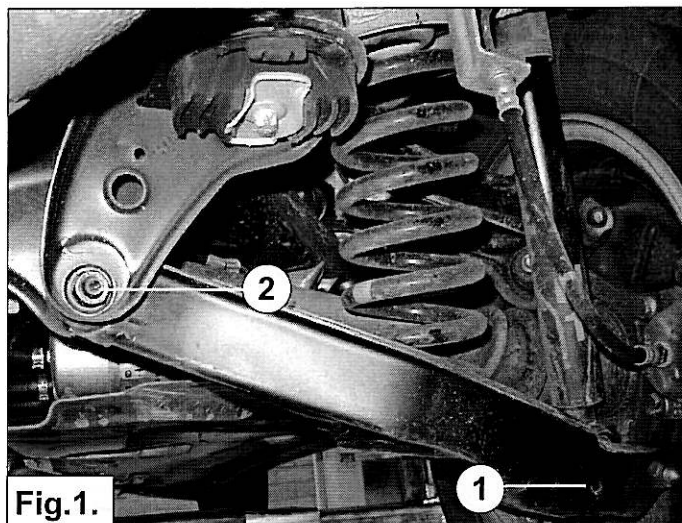

Fig.1.
3. Demontieren Sie den untere Stoßdämpferbolzen 1. Siehe fig.1.
3. Enlevez le boulon inférieur de l'amortisseur 1. Voir fig. 1.
7. Enlevez le ressort principal. En cas de besoin, démontez l'écrou de fixation 2 du bras de suspension (voir fig. 1 et 4) pour avoir suffisamment de marge de manœuvre pour enlever le ressort. Attention: le bras de suspension peut encore être sous tension.
3. Lossa nedre stötdämpar bulten 1. Se fig 1.